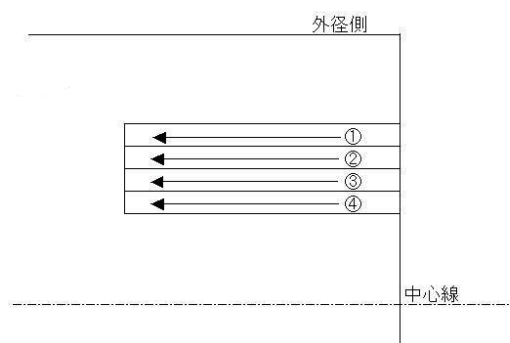
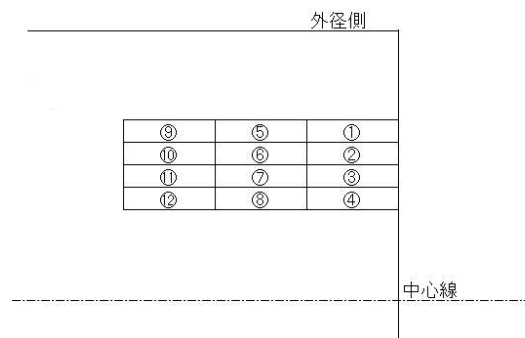

図3 溝深さが浅い場合の加工の仕方
図4 深い溝加工で行われる分散加工
溝深さが最大15mm程度なら、図3のように一気に底まで削っても、切粉は比較的スムーズに排出される。（その際に外径側から削るか、内径側から削るかについてはワーク材質や加工径が影響してくるので次の項で詳しく説明したい）
例えば、溝の深さが45mmあった場合に図3のように一気に底まで削ると、切粉が非常に排出されにくくなり、切粉噛みによるチップ損傷やホルダー破損につながってしまう。そのため深い溝の場合は図4のように、入口から2〜3段程度に分けてまず①→④を加工し、次に⑤→⑧、最後に⑨→⑫の底部分を削るというように深さをいくつかに分けて加工することで、切粉を排出しやすくすることが出来る。もちろん、切粉が切断されにくいワークの場合はステップを0.2〜0.5mmで入れて、強制的に切断する必要がある。